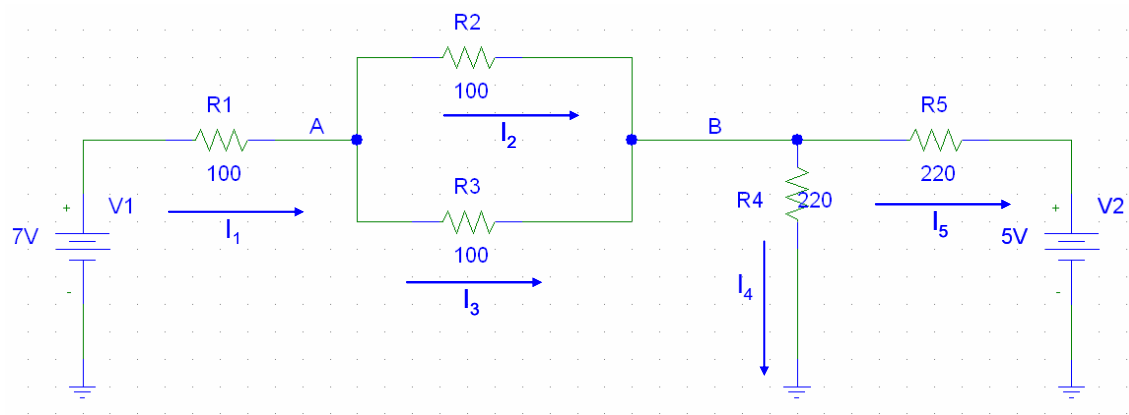

Figura 4: Circuito de continua con resistencias.
- h) Obviamente, PSpice permite la simulación de circuitos más complejos que el utilizado hasta ahora, como por ejemplo el mostrado en la Figura 4. Simule este circuito ($V1 = 7\text{ V}$ y $V2 = 5\text{ V}$) y obtenga los siguientes datos: V_A , V_B , I_1 , I_2 , I_3 , I_4 e I_5 .